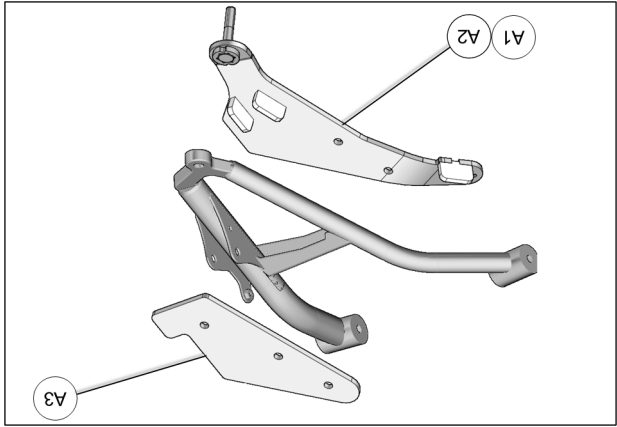

Fig. 17
5. Positionner la partie inférieure de l'ancrage anti-rotation (A1-A2) sous le bras de suspension inférieur. Positionner la partie supérieure (A3) au-dessus du bras de suspension. Voir la Fig. 17